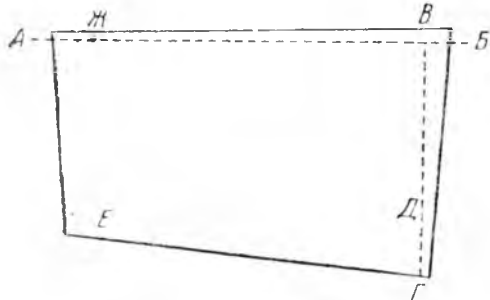

Рис. 3. Схема резки материала
5. Для точной прямоугольной обрезки сначала отрежь материал произвольно с одной стороны, как можно меньше по линии  $AB$  (рис. 3). Затем по угольнику наметь линию  $B-\Gamma$  для второго реза. Далее для третьего реза переверни лист пополам не сгиная его, и сделай наколку косточкой по линии  $DE$ , при этом линия  $AB$  должна быть параллельна линии  $DE$  и должна образовать заданный размер. То же сделай и с последней, четвертой стороной обреза —  $ЖЕ$ .